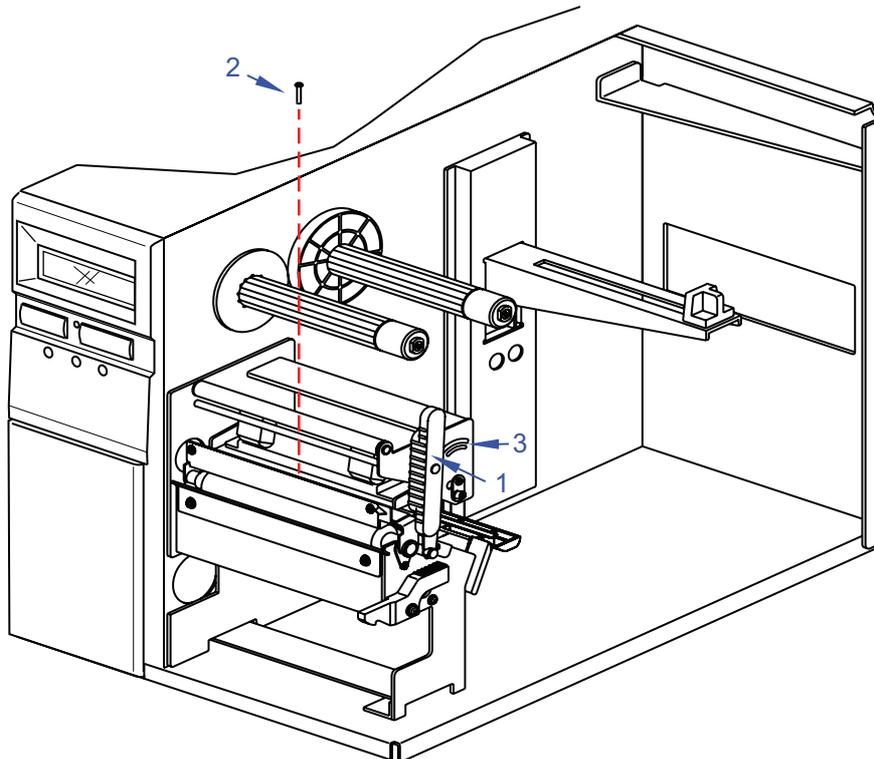

Figure 4-1a, Remplacement de la tête d'impression
3. Enlevez la **vis** (2, Figure 4-1a) de la partie supérieure du mécanisme (3) qui maintient la **tête d'impression** défectueuse.
7. Insérez la nouvelle **tête d'impression** (4) dans le **mécanisme** (3) et le **levier de blocage de la tête d'impression** (1, Figure 4-1a).